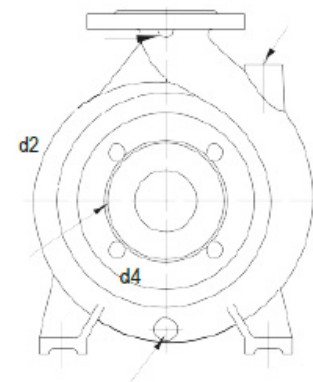

Figura 5
• El enfriamiento, sellado y lavado de la tubería de sellado debe conectarse sólo a las conexiones designadas ubicadas en la bomba (**Figura 5 y 6**).